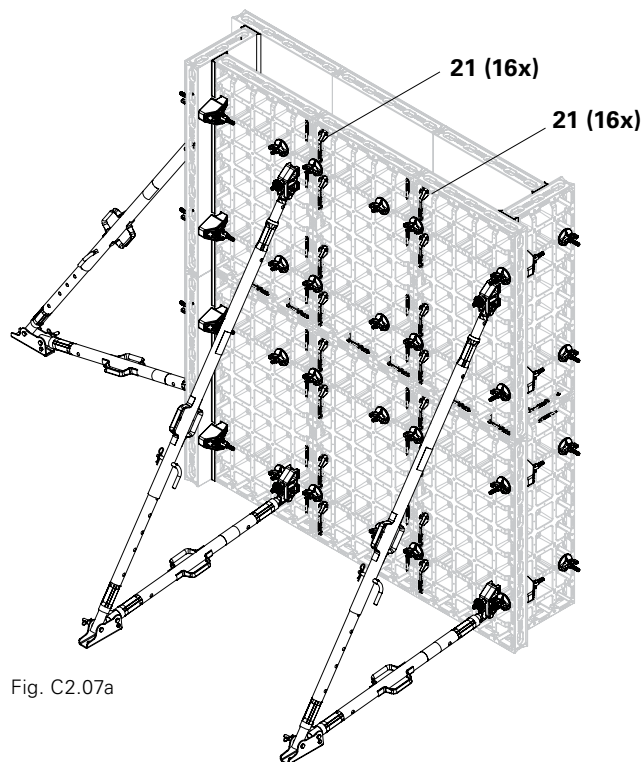

Fig. C2.07a
- Unire ogni giunto verticale da entrambi i lati con 4 connettori DUO (21). (Fig. C2.07a)
- Per le operazioni ad altezze sopraelevate, utilizzare postazioni di lavoro sicure, es. trabattello. (Fig. C2.07a)
- Se il lato lungo della parete termina con un pannello DP 30 o con un pannello jolly DMP 45 (12.1) inserire l'allineatore DUO 62 (25) ruotato. In questo modo eviterà di sovrapporsi ai connettori d'angolo.